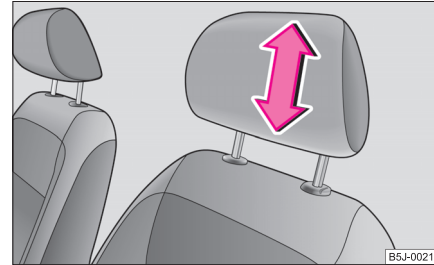

Abb. 49 Kopfstütze einstellen
- Fassen Sie die Kopfstütze seitlich mit beiden Händen an und schieben Sie die Kopfstütze in Achsrichtung der Metallführungsstangen, Pfeilrichtung ⇒ Abb. 49 nach oben oder unten. ▶